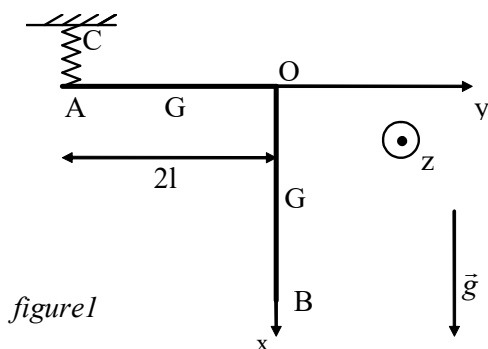

figure 1
Un solide (S) est constitué de deux tiges homogènes rigidement liées l'une à l'autre, AO et OB, faisant entre elles un angle constant de  $90^\circ$  (figure 1). Chaque tige a pour masse  $m$  et pour longueur  $2l$ .